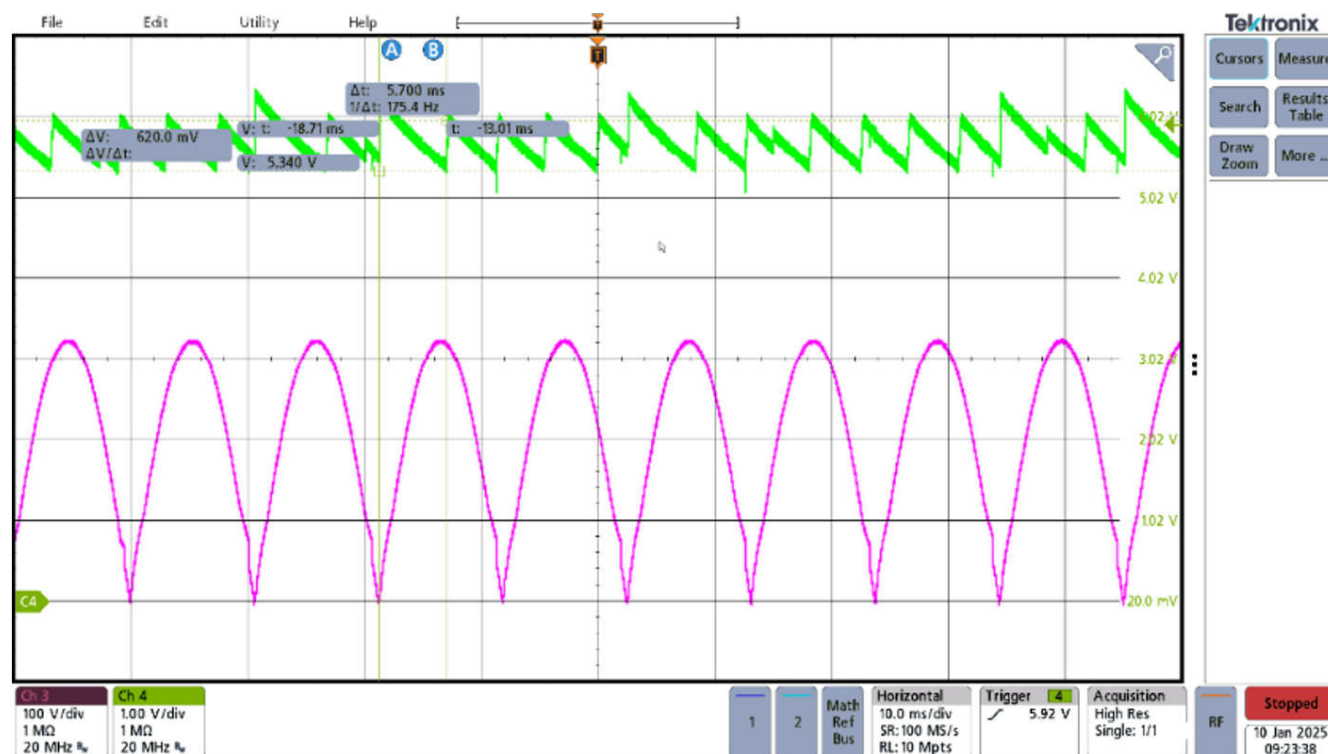

图 3-1. 230VAC，47Hz，VCC=4.7uF，开路负载，89mW 待机功耗、CH3：HV CH4：VCC
为了验证 VCC 电压在每个开关周期内是否持续，在没有开关事件的较长周期内会出现潜在的挑战，例如在开路负载条件或突发模式下，非开关间隔可能会延长至超过 40ms。在这种延长的间隔期间，需要额外的能量来维持 VCC 电压。如 图 3-1 中所示，当 VCC 电压降至 5.6V 以下时，UCG28826 通过从高压 (HV) 引脚提供 VCC 偏置来解决此问题。但是，这种方法可能会效率较低，尤其是当 HV 引脚电压明显高于 VCC 电压时。为了优化效率，请在 HV 引脚电压接近 VCC 电平（通常在交流线路周期的过零点附近）时为 VCC 电容器充电。该方法可最大限度地减少了能量损耗并提高了 VCC 充电效率，从而提高空载功耗性能。如果不实施此策略，在轻负载或无负载条件下可能会对系统的整体功效产生不利影响。因此，正确配置 VCC 电容器的容值非常重要。
考虑到直流电压降额、温度影响和容差，10μF 电容器是用于通过自偏置功能保持 VCC 电压调节的最小电容，否则 VCC 电压在半个交流线路周期内降至 5.3V 以下，并在 HV 引脚变为高电平时触发随机充电事件，从而可能导致额外的空载功耗。如 图 3-1 中所示，当 VCC 电容器为 4.7μF 时，VCC 充电频率是随机的，在这种情况下空载功耗为 86mW。